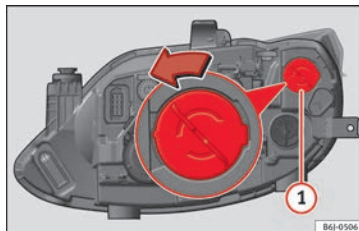
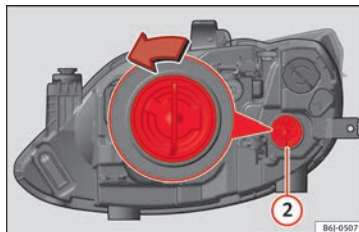

Bild 92 Enstaka varselljus.
Bild 93 Enkel blinkerslampan
- Vrid lamphållaren » **bild 92** ① eller » **bild 93** ② åt vänster och dra.